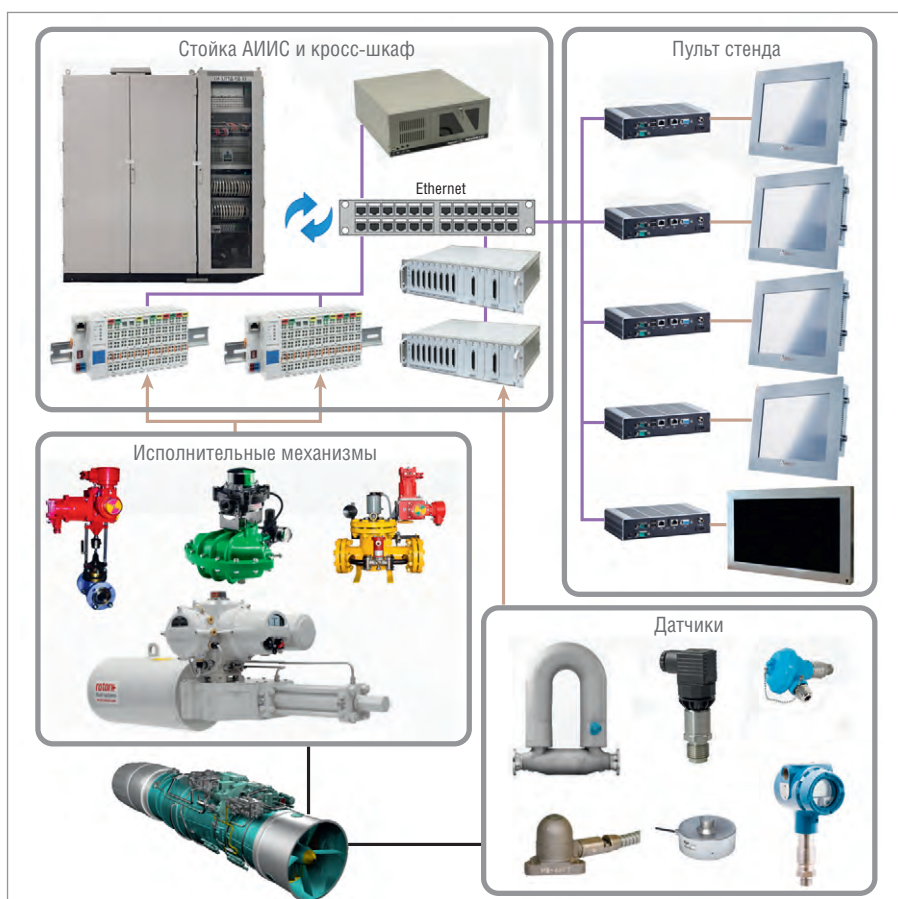

Рис. 1. Структура АИИС
- При построении новых АИИС (рис. 1) для серийных испытаний авиационных двигателей (АД) решались задачи: